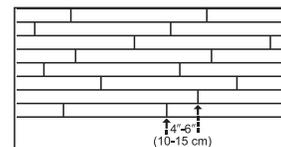

Figure 4
- Dans les rangées adjacentes, si possible, veillez à décaler les extrémités des planches de 10 à 15 cm (4 à 6 po) (Figure 4). Ce motif décalé assurera une meilleure apparence de l'ensemble du revêtement de sol.
- Vérifiez si tous les bords et extrémités de chaque planche sont bien ajustés. Les joints d'extrémité des rangées adjacentes devraient être, autant que possible, décalés de 10 à 15 cm (4 à 6 po) afin d'assurer un ensemble plus esthétique (figure 4).